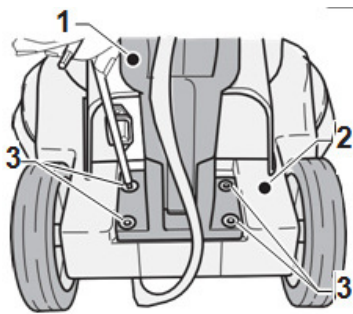

Abb. 4: Einsetzen der Führungssäule
Einsetzen der Führungssäule (Abb. 4)
Schritt 1: Setzen Sie die Führungssäule (Pos. 1, Abb. 4) so auf die Basis (Pos. 2, Abb. 4), dass die vier Bohrlöcher der Führungssäule mit den Bohrlöchern des Maschinennahes übereinstimmen.
Schritt 2: Drehen Sie die mitgelieferten Schrauben (Pos. 3, Abb. 4) fest.